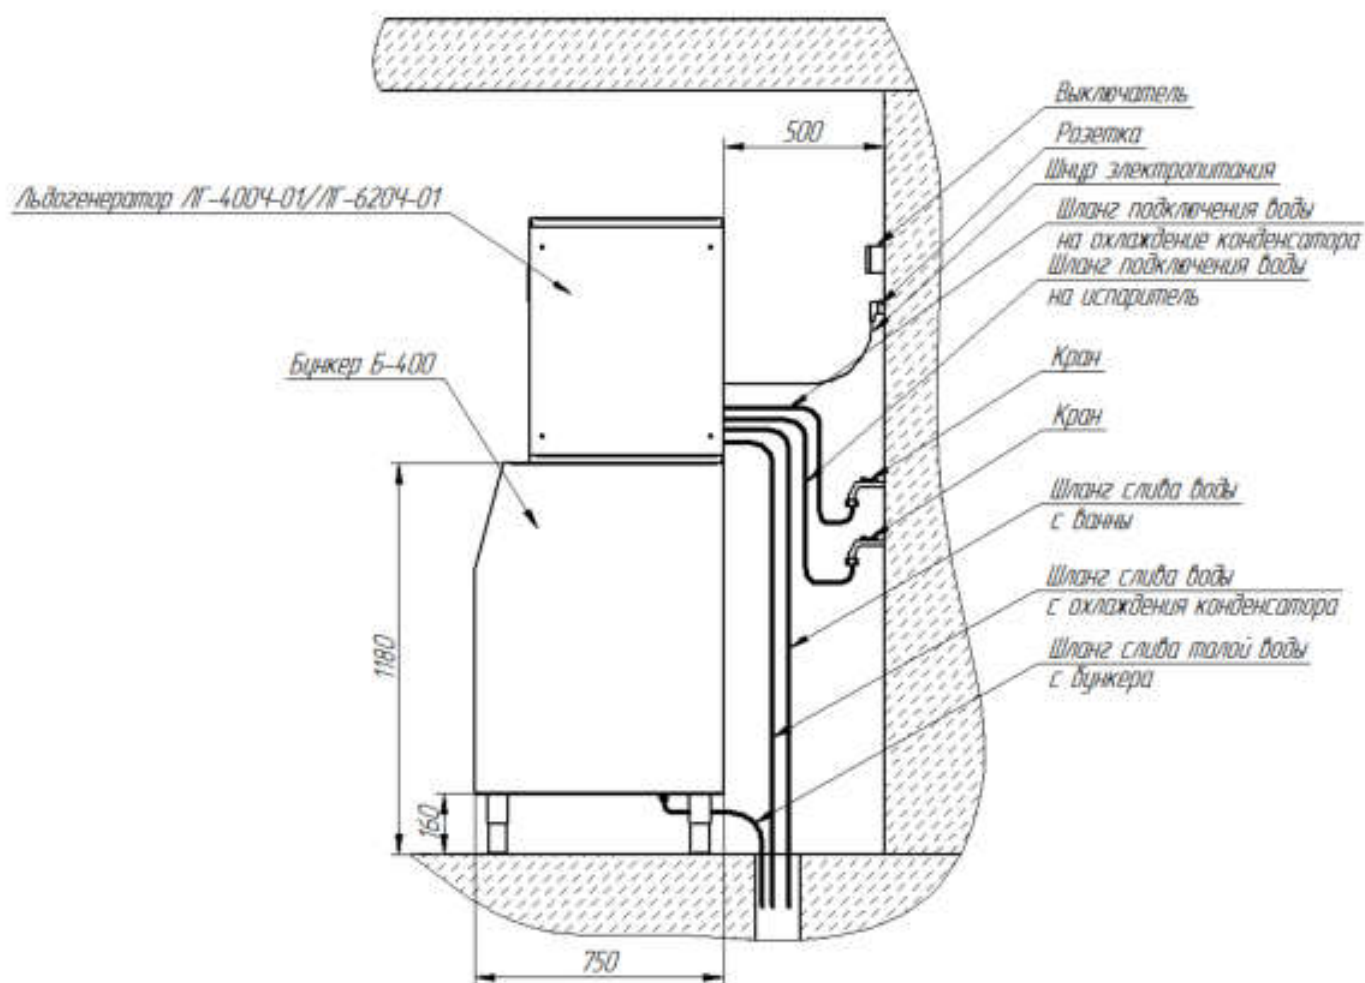

Рис. 4 Схема подключения льдогенератора
- установить льдогенератор на накопитель льда. Для льдогенераторов ЛГ-400Ч-01 и ЛГ-620Ч-01 использовать бункер-накопитель Б-400. Льдогенератор должен фиксироваться на бункере-накопителе двумя болтами моментом затяжки $26 \pm 1,5$ Н·м ($2,7 \pm 0,15$ кгс·м). Схема монтажа (рис.4). Положение льдогенератора должно быть горизонтальным, в случае необходимости отрегулируйте высоту и устойчивое положение изделия с помощью регулируемых ножек бункера Б-400;
- подключить изделие к системе водоснабжения. Льдогенератор подключается к системе водоснабжения через штуцер с резьбой G 3/4" для подачи воды на испаритель и через штуцер под шланг с внутренним диаметром 12 мм для подачи воды на охлаждение конденсатора (рис. 4). Для дополнительной фиксации шланг крепить к штуцеру хомутом. Подсоединение шлангов подачи воды должно проводиться через краны для экстренного прекращения подачи воды на охлаждение конденсатора и испаритель в случае необходимости.
- подключить изделие к системе канализации через два штуцера слива воды с ванны и с охлаждения конденсатора под шланг с внутренним диаметром 12 мм и штуцер для слива талой воды с бункера (рис.4). Убедиться, что сливные шланги находятся ниже, чем выходы на задней панели льдогенератора и основания бункера, чтобы вода могла стекать;
ВНИМАНИЕ! Необходимо организовать разрыв струи, обеспечив воздушный промежуток не менее 20 мм между концом сливного шланга и краем принимающей трубы (см. рис. 4).